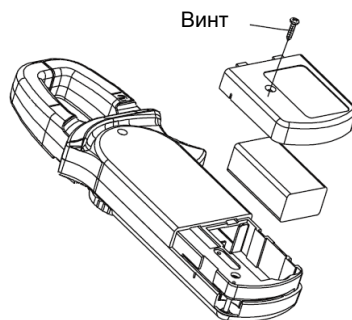

Рисунок 10
- Если при положении мультиметра лицевой стороной вверх, задней стороной вниз (см. рис. 10) показание прибора имеет положительный знак, значит, ток через проводник течет снизу вверх. Держите прибор крепко, и не выпускайте его из рук. Элементы Холла очень чувствительны не только к магнитному полю, но и к нагреванию, и механическому воздействию. Любой удар или толчок на короткое время приведет к искажению показаний. Для повышения точности измерений следуйте порядку действий, изложенному ниже:
В. Замена батареи (см. рисунок 10)**⚠ Предупреждение**